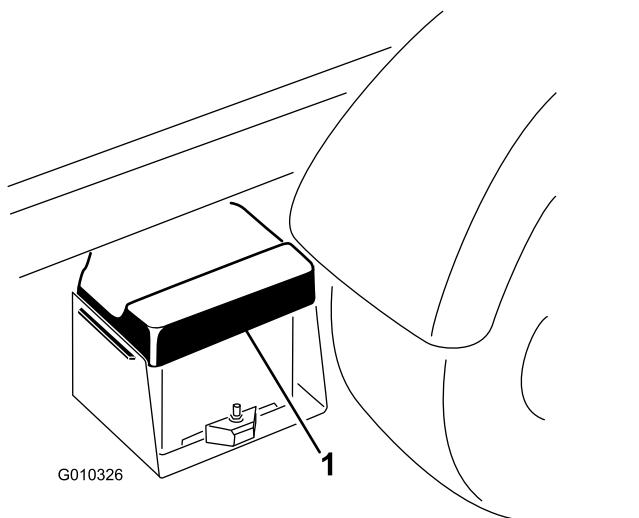

Рисунок 4
- Надавите на крышку аккумуляторной батареи, чтобы высвободить лапки крепления из основания аккумуляторной батареи (Рисунок 4).
- Снимите крышку с основания аккумулятора (Рисунок 4).
- Поместите крышку аккумуляторной батареи на основание аккумуляторной батареи (Рисунок 4).
- Надавите на крышку аккумуляторной батареи, совместив лапки крепления с основанием аккумуляторной батареи, и отпустите крышку (Рисунок 4).